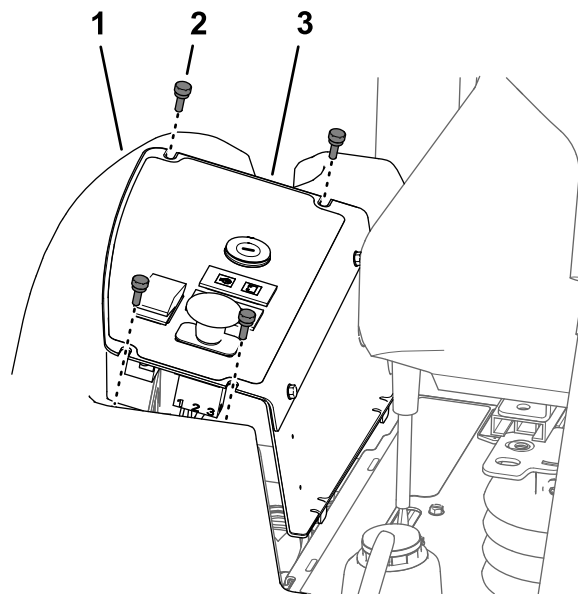

Рисунок 52
1. Выверните 4 барашковых винта, которые крепят пластину панели управления к топливному баку (Рисунок 52).
2. Поднимите пластину панели управления (Рисунок 52).
3. Совместите пазы в верхней части пластины панели управления с отверстиями во фланце топливного бака (Рисунок 52).
4. Установите пластину панели управления на фланец топливного бака с помощью 4 барашковых винтов (Рисунок 52), снятых при выполнении пункта 1 в разделе Демонтаж пластины панели управления (страница 56).